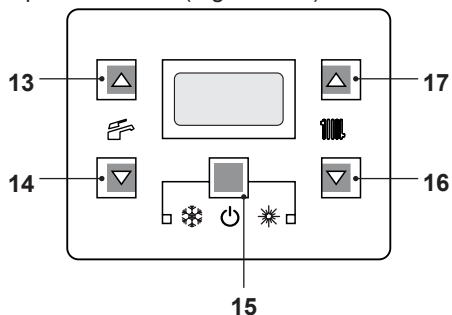
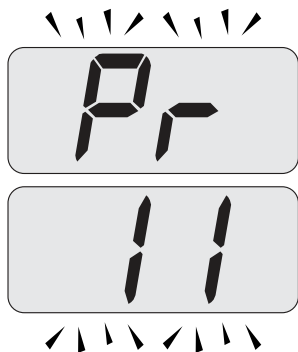
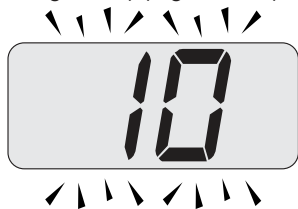

Figura 5.50
Figura 5.52
Figura 5.53
- Desplace los parámetros mediante los botones 16 o 17 hasta que aparezcan en el display LCD las letras **Pr** alternadas con el código **11**, indicando que se ha entrado en el "parámetro 11" (Figura 5.52).
- Pulse simultáneamente los botones 15 y 17 (Figura 5.50) hasta que aparezca en el display LCD el valor del parámetro 11 (10=60 segundos) (Figura 5.53).
- Pulsando el botón 15 (Figura 5.50) se confirma el valor introducido.
- Pulsando simultáneamente los botones 15 y 16 (Figura 5.50) se sale sin modificar el valor (se vuelve a la lista de parámetros Figura 5.52)
- Pulsando simultáneamente durante 10 segundos los botones 15 - 16 - 17 (Figura 5.50) se sale de la "modalidad de programación".